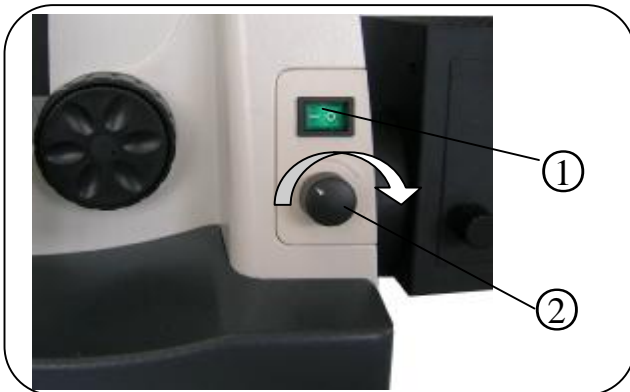

Fig. 6.
1. Ajuste intensidad iluminación (Fig. 6.)